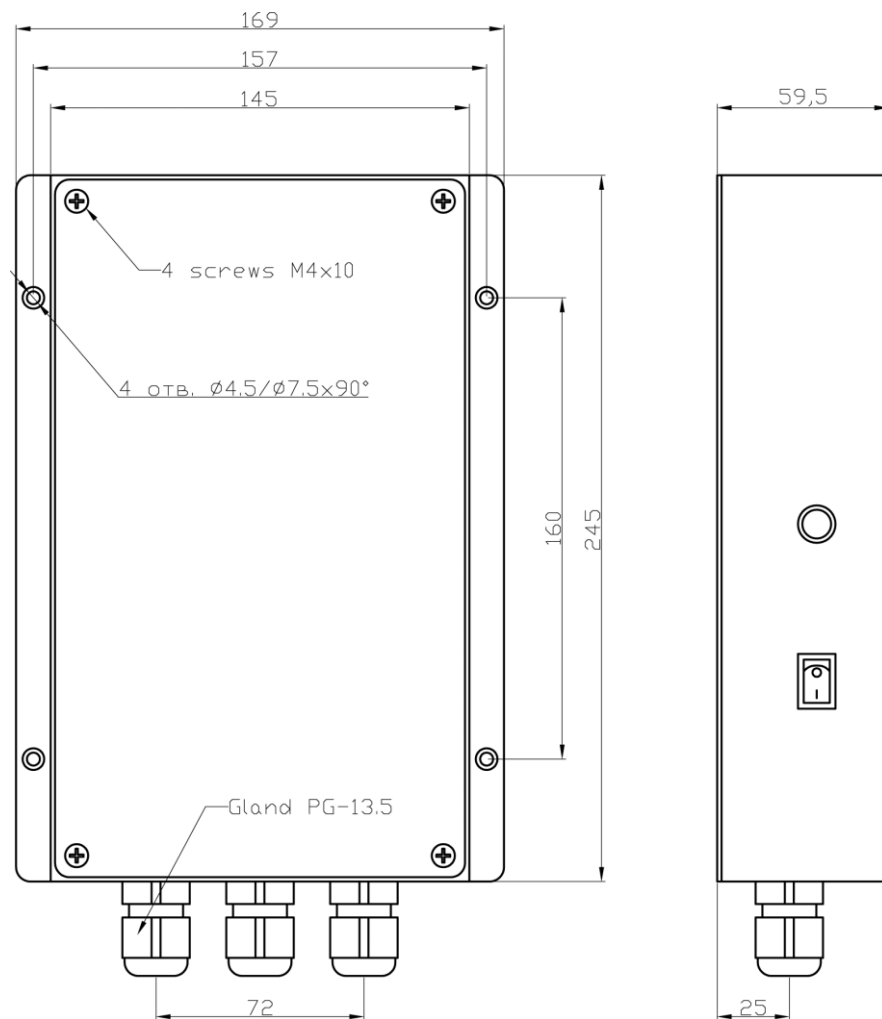

Рисунок 1. Установочный чертеж БП.
1) Установите устройство согласно габаритному чертежу (смотрите Рисунок 1) на вертикальной переборке или монтажной панели. Для крепления устройства предусмотрены специальные отверстия в корпусе. Установка крепежных элементов (винтов, болтов) осуществляется изнутри корпуса.